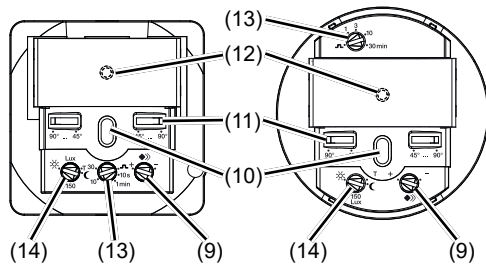

Figura 5: Elementos de operação e de regulação da parte inferior do módulo de aplicação
i Se a colocação em funcionamento ocorrer através do comando remoto por IV (Figura 5, 14), colocar o potenciômetro para nível de luminosidade na posição T e, em seguida, encaixar a tampa.
- Definir modo de teste. Para isso, colocar o potenciômetro para nível de luminosidade (figura 5, 14) na posição T.